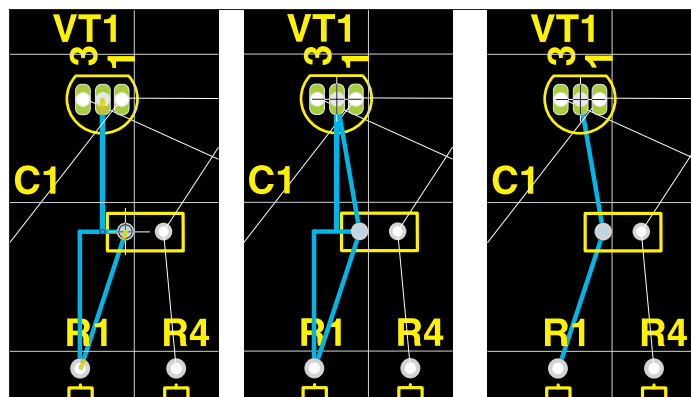

Рис. 7. Редактирование имеющегося на плате проводника
- Наведем указатель мыши на левый вывод конденсатора C1 и щелкнем один раз левой кнопкой мыши (рис. 7а).
- Наведем указатель мыши на базу транзистора VT1 и щелкнем один раз левой кнопкой мыши (рис. 7б).